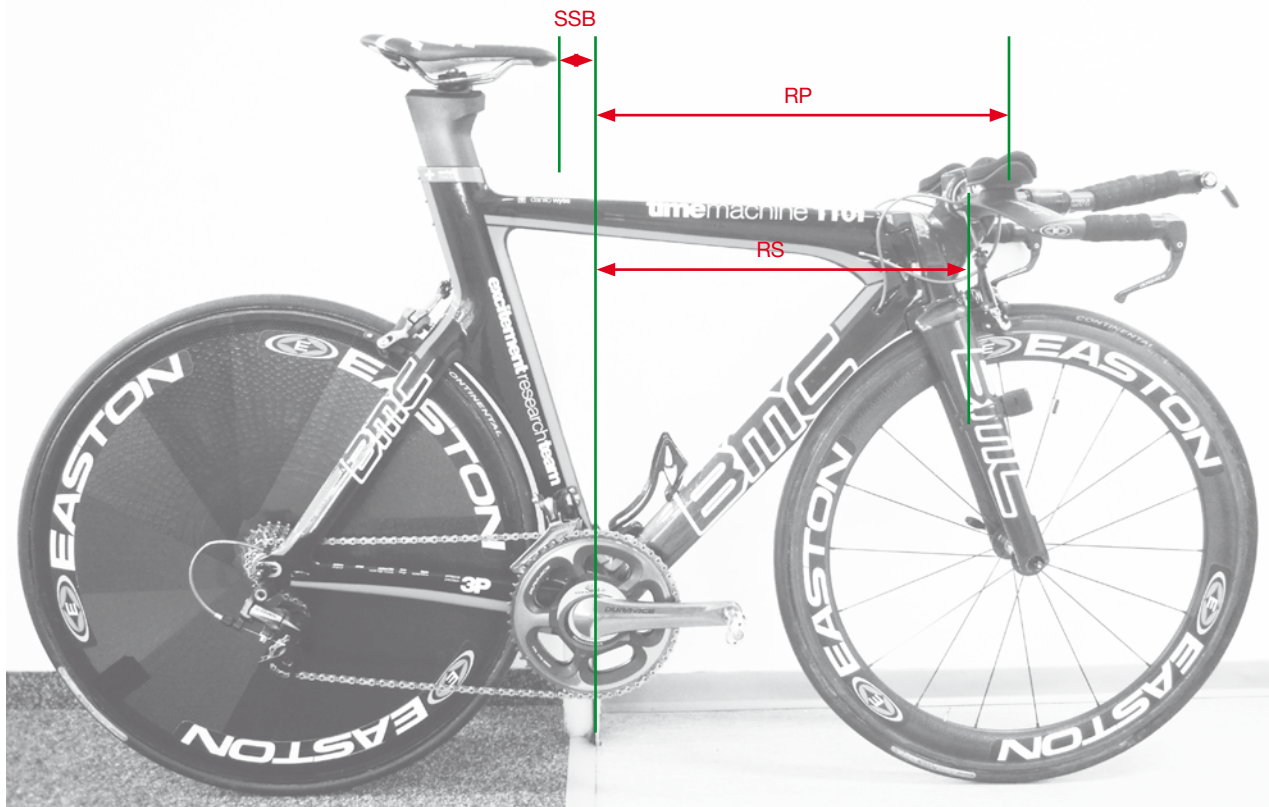

Figura 5
- Misurare la distanza verticale tra il terreno e la superficie centrale e superiore delle imbottiture delle pieghe del manubrio (SP).
- Misurare la distanza verticale tra il terreno e il centro del morsetto di fissaggio del manubrio (SS).
- Misurare la distanza orizzontale tra il bordo contro il quale è appoggiata la bicicletta e il centro dei proteggi manubrio (RP).
- Misurare la distanza orizzontale tra il bordo e il centro del morsetto di fissaggio del manubrio (RS).
- Misurare la distanza orizzontale tra il bordo e la punta della sella (SSB) (Figura 5).